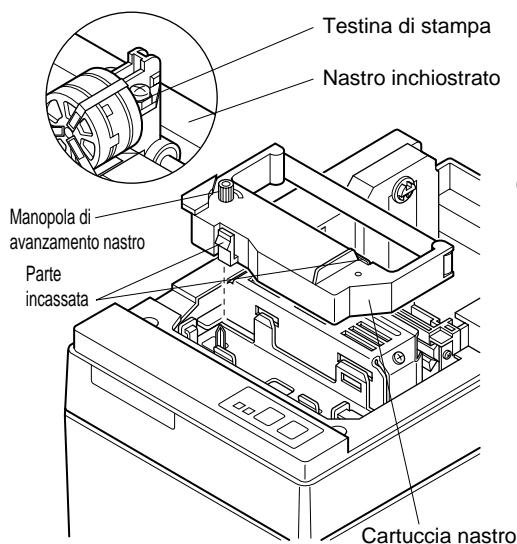

Fig. 4-2 Inserimento della cartuccia
- ① Spegnere la stampante.
- ② Sollevare il coperchio di 3 cm circa. Tenere il coperchio inclinato a questa angolazione e tirarlo verso di sè per rimuoverlo.
- ③ Inserire la cartuccia nastro nella direzione mostrata nella Fig. 4-2 e premerla in basso per caricarla. Se il caricamento della cartuccia nastro non è soddisfacente, premere in basso la cartuccia nastro girando la manopola di avanzamento nastro in direzione della freccia.
- ④ Girare la manopola di avanzamento nastro della cartuccia nastro in direzione della freccia per eliminare l'allentamento del nastro.
- ⑤ Montare il coperchio con il procedimento inverso a quanto descritto al punto ② sopra.